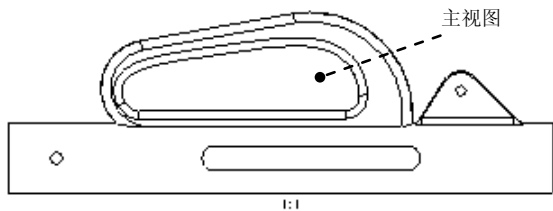
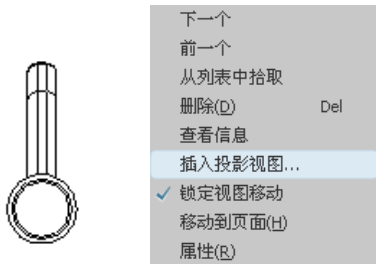

图 10.4.11 投影视图
图 10.4.12 快捷菜单
Step1. 选择图 10.4.11 所示的主视图，然后右击，系统弹出图 10.4.12 所示的快捷菜单，然后选择该快捷菜单中的 **插入投影视图...** 命令。
Step2. 在系统  选取绘制视图的中心点 的提示下，在图形区的主视图的右部任意选择一点，系统自动创建左视图，如图 10.4.11 所示。如果在主视图的左边任意选择一点，则会产生右视图。